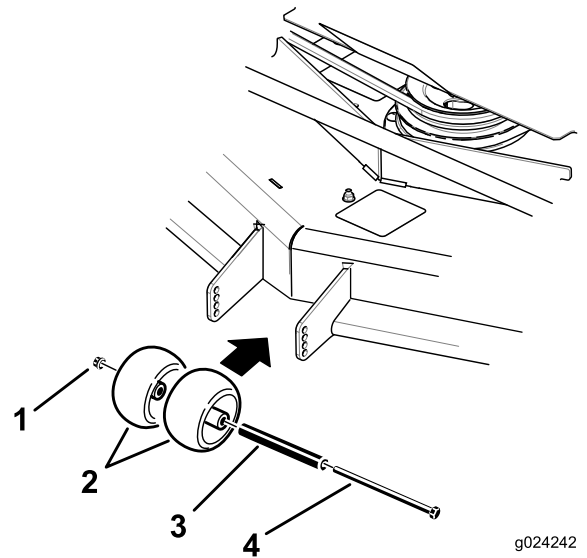
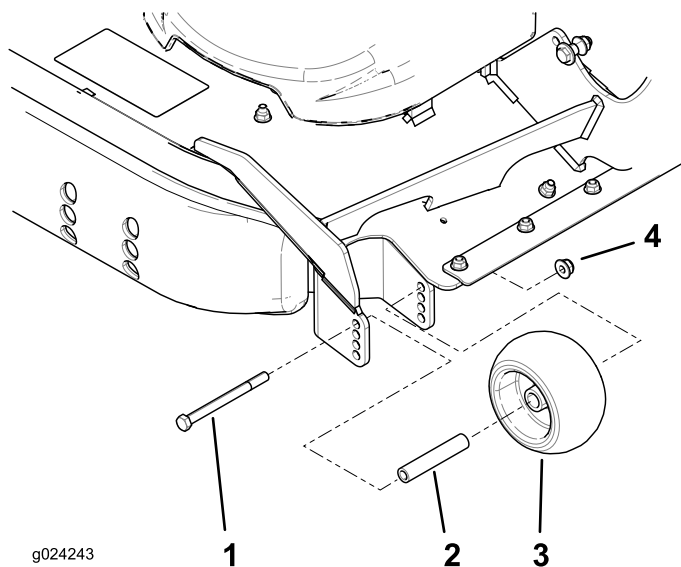

Figura 33
Figura 34
3. Ajuste los rodillos protectores del césped, tal y como se muestra en la Figura 33 y la Figura 34.